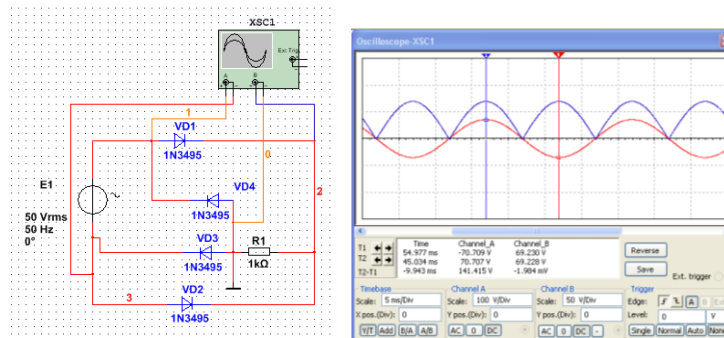

Рис. 29. Схема исследования мостового выпрямителя
- Собрать схему для снятия характеристик мостового выпрямителя. Исследование мостового выпрямителя производится по схеме, представленной на рис. 29.